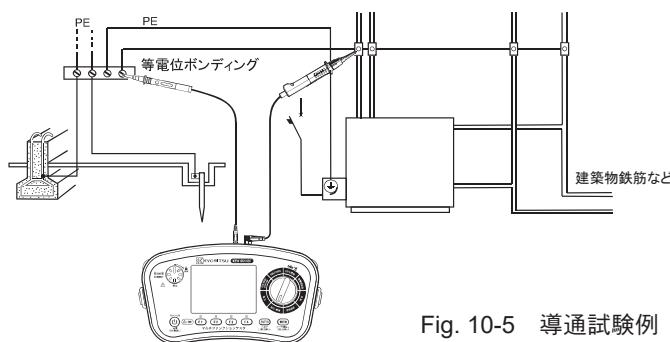

Fig. 10-5 導通試験例
- (4) 測定スイッチを放し、表示がゼロとなっていることを確認してください。
(5) 回路が活線状態でないことを確認し、測定コードを接続します。 (Fig. 10-5)